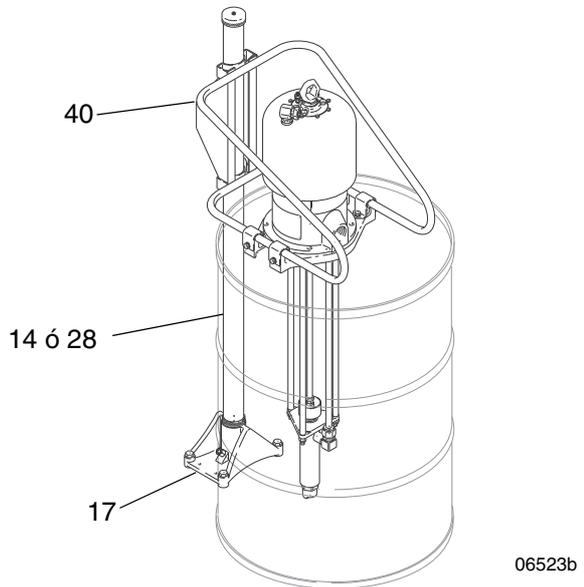
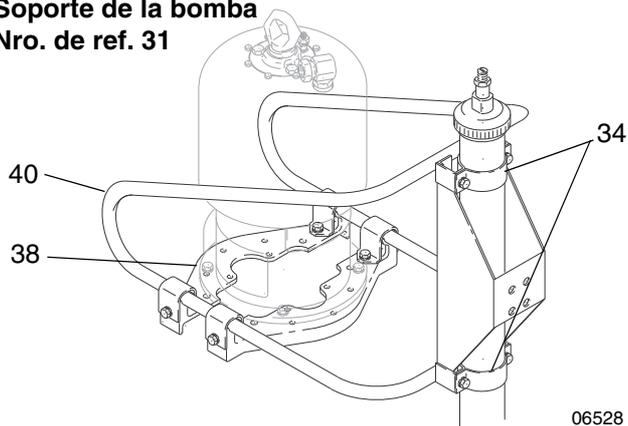

FIG. 1
FIG. 3
Coloque un bidón abierto contra la base del elevador (17). Coloque la ménsula (40) encima del bidón, de forma que los huecos de la abrazadera (34) queden apretados contra el tubo de elevación (14 ó 28) del elevador. Ver FIG. 1 y FIG. 3. Suba el tubo de elevación unos 6,4 mm (0,25 in), coloque las abrazaderas (34) y apriételas firmemente. Coloque las ménsulas de montaje de la bomba (38)